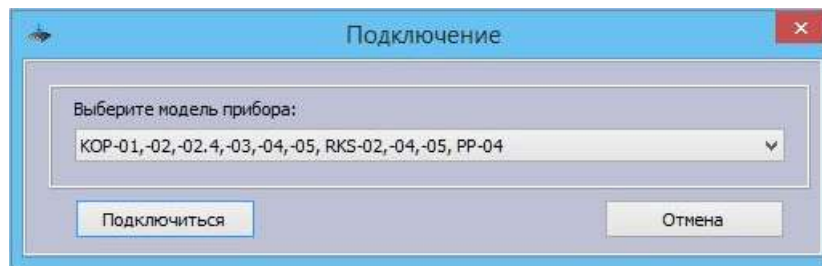

Рисунок 2
1. Подключите КОП к компьютеру с помощью стандартного кабеля mini-USB и запустите программу «Конфигуратор параметров приборов серии Приток-А». В левом верхнем углу окна программы нажмите кнопку «Считать из прибора». В появившемся окне «Подключение» выберите из списка «ПРИТОКА-КОП-01, -02, -03, РКС-02, -04, -05» и нажмите «Подключиться» (см. рисунок 2). Дождитесь завершения чтения параметров от КОП.